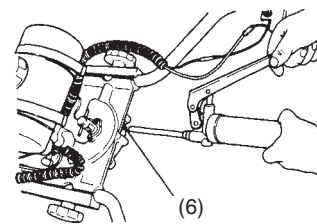

Рис. 11
- 1) Коробку передач смазывать путём введения универсальной смазки через пресс-маслёнку каждые 50 часов эксплуатации. (Рис. 11)